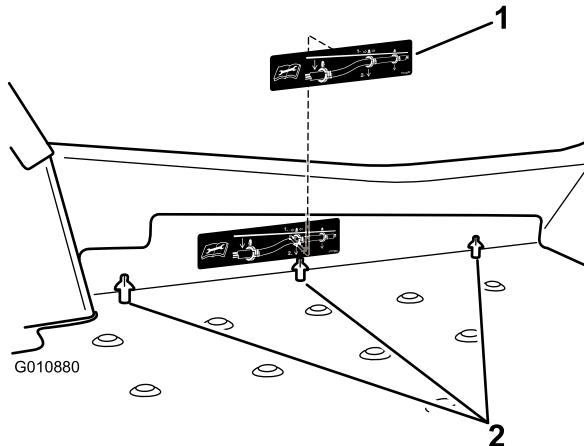

Figure 6
6. Placez l'autocollant à l'emplacement indiqué (Figure 6). Placez la flèche centrale sur l'autocollant en face du clip central.